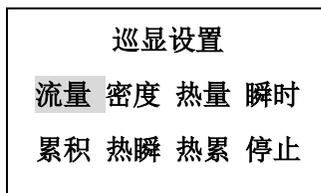

图 13
按“选项”键选择通信项目，按“设定”键后会出现图 13 画面，本机地址和波特率用来定义本仪
g. 巡显设置（见图 13）